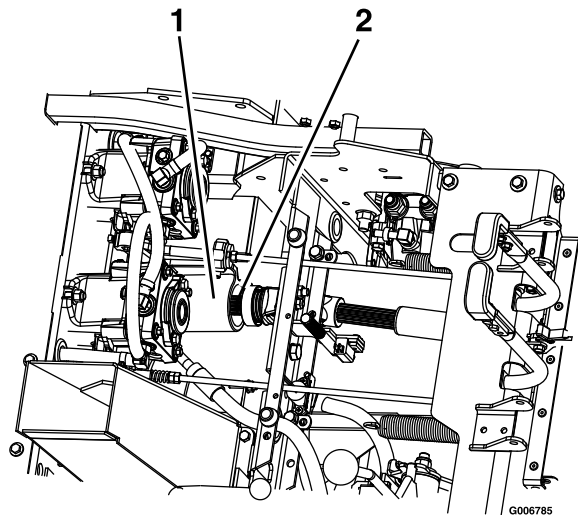

**Figure 72**
8. Desserrez les boulons fixés à la protection en caoutchouc (Figure 72).
8. Alignez la partie supérieure de la protection en caoutchouc et fixez-la en place avec les boulons fixés (Figure 72).